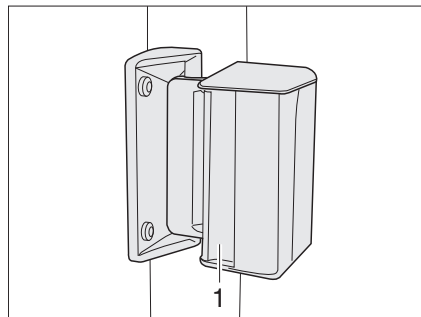

Fig. 48 Ventana corredera
- Presionar el tirador (Fig. 48,1) y, al mismo tiempo, empujarlo o tirarlo hacia delante o hacia atrás.